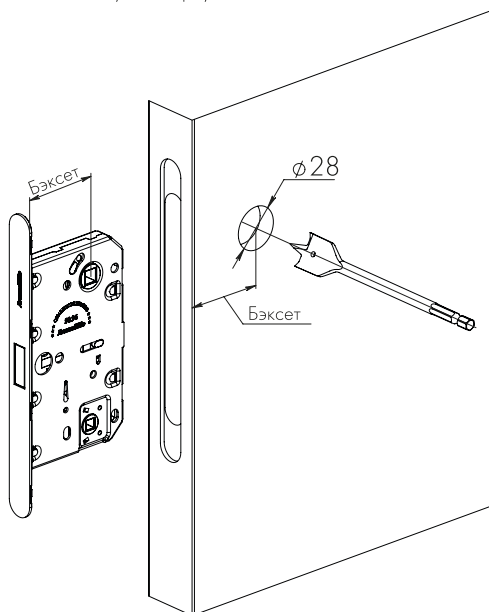

рис. 2
1. Для установки ручки необходимо подготовить отверстие >28 мм под квадрат, как показано на рис. 2, затем установить и закрепить защёлку или корпус замка.